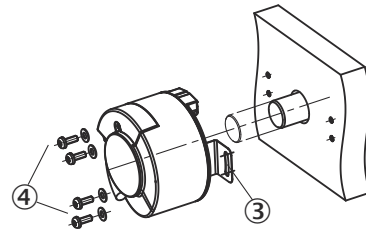
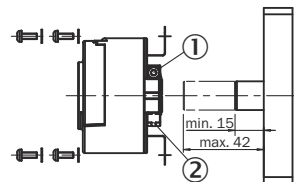

Abbildung 3: Anbau Aufsteckhohlwellen-Encoder mit Drehmomentstütze
Abbildung 4: Anbauhinweise Aufsteckhohlwelle beachten
8 Anbau Durchsteckhohlwellen Motor-Feedback-system mit Metallhohlwellenklemmung und Drehstütze (Bild 3 und Bild 4)
- ▶ Lösen der TORX-Schraube (1) am Klemmring (2) mit einem TORX-Schraubenschlüssel T10.
- ▶ Anbauhinweis beachten (Bild 4).
- ▶ Drehmomentstütze (3) mit 4 Schrauben M3 und U-Scheiben befestigen (4).
- ▶ TORX-Schraube (1) am Klemmring (2) festziehen, **Anzugsmoment 1,1 Nm.**